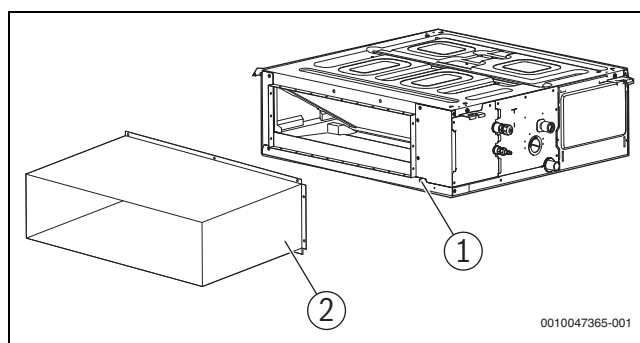

Fig. 219
- Si le panneau de sortie d'air ne se situe pas à proximité de l'unité et doit être raccordé à la bride de sortie d'air de l'unité via un conduit d'air en métal, coller une éponge sur la surface de contact de la tôle d'acier pour en assurer l'étanchéité et l'isolation thermique. (→ figure 219).